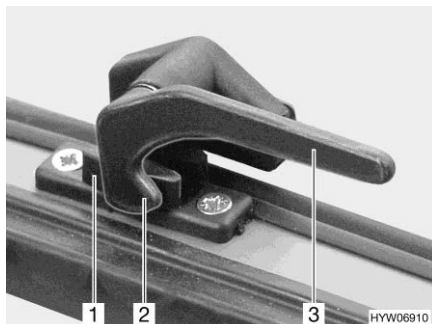

Fig. 64 Leva di serraggio (posizione "Chiusa")
- Ruotare tutte le leve di serraggio (Fig. 64,3) di un quarto di giro verso il centro della finestra.
- Ruotare tutte le leve di serraggio (Fig. 64,3) di un quarto di giro verso il telaio della finestra. Il nasello di chiusura (Fig. 64,2) si trova sul lato interno della chiusura della finestra (Fig. 64,1).
- In posizione "Completamente chiusa" (Fig. 64)